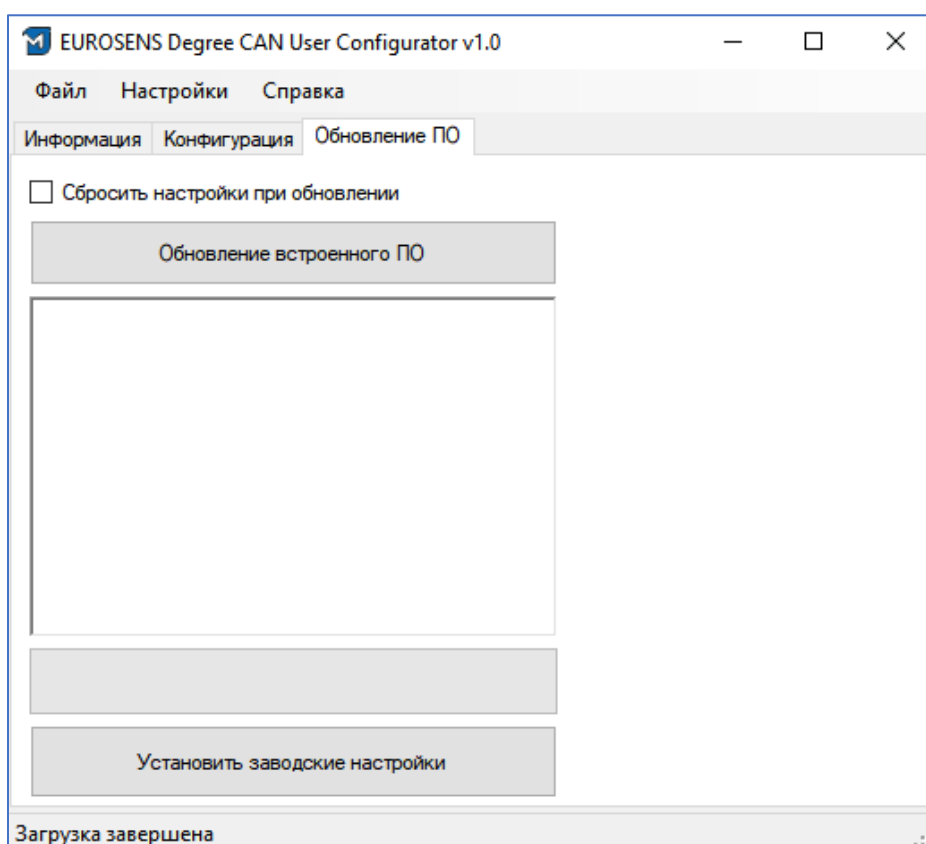

рис. 4.8. Вкладка «Обновление ПО»
- Вкладка «**Обновление ПО**» (рис. 4.8) позволяет обновить версию ПО датчика либо сбросить его на заводские настройки.